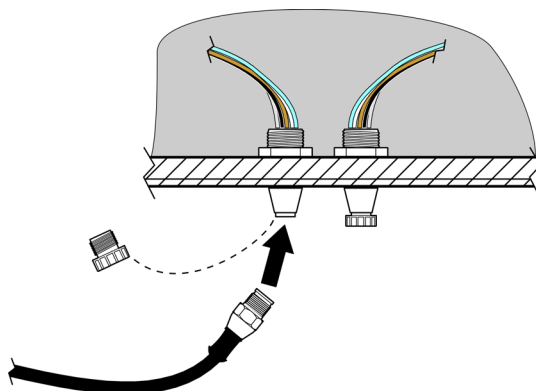

Figure 6 Relier la sonde au transmetteur au moyen du système de raccordement rapide
- 1. Dévissez le bouchon protecteur sur la fiche du transmetteur (Figure 6). Gardez le bouchon pour pouvoir reboucher la fiche au cas où il faudrait retirer la sonde.